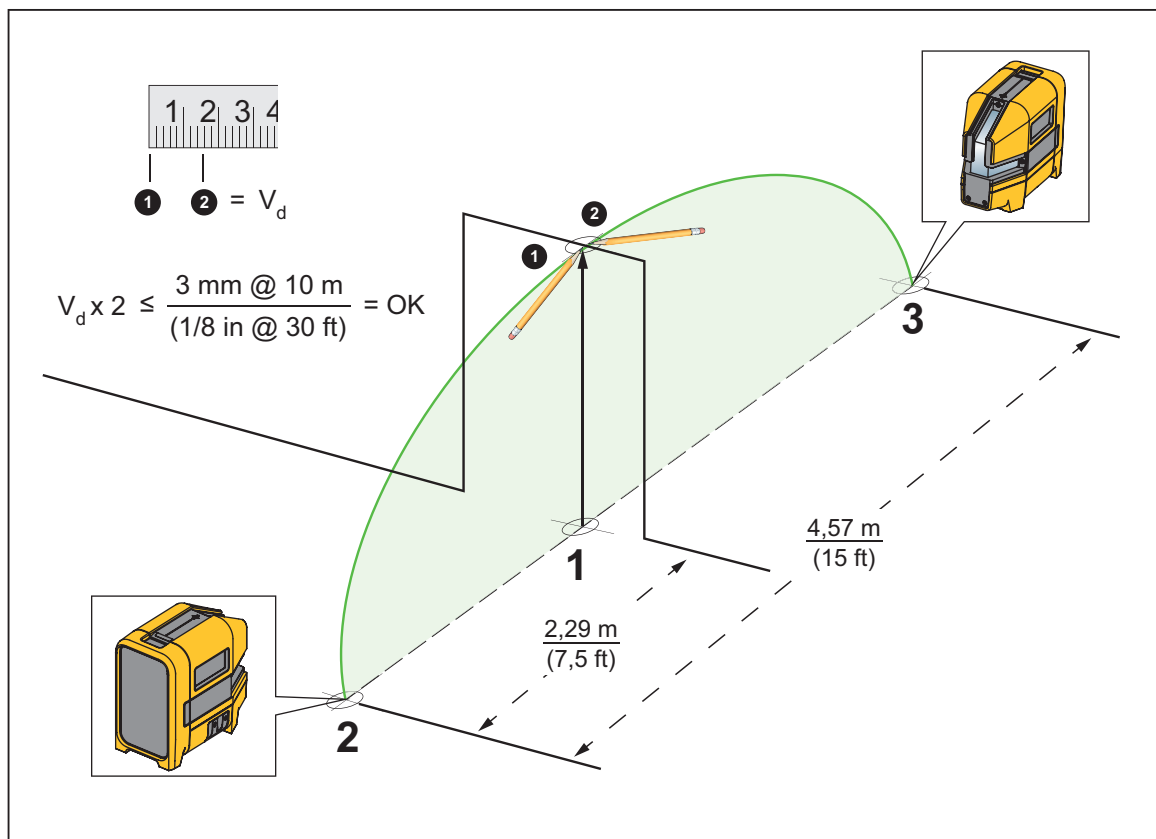

Figura 9. Precisión de láser vertical
3. Marque una cruz (marca **1**) en el suelo, centrada en la marca del dintel. Consulte la figura 9.